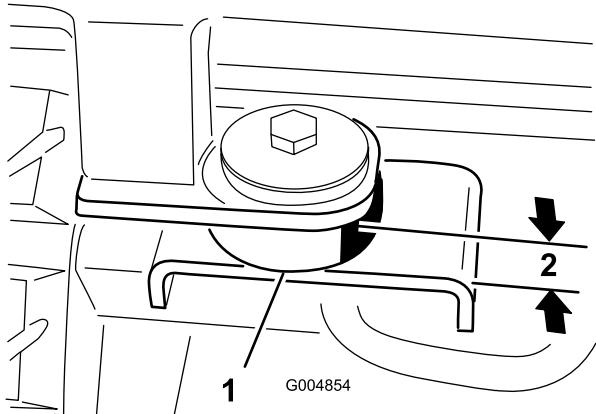

Figura 114
37. En los puntos de montaje traseros, sujeté la cabina a la máquina con un perno ($\frac{1}{2}$ " x 3"), una arandela de acero ($\frac{1}{2}$ " x $2\frac{1}{2}$ "), una arandela de goma ($\frac{1}{2}$ " x $2\frac{1}{2}$ ") y una tuerca ($\frac{1}{2}$ ") (Figura 114).